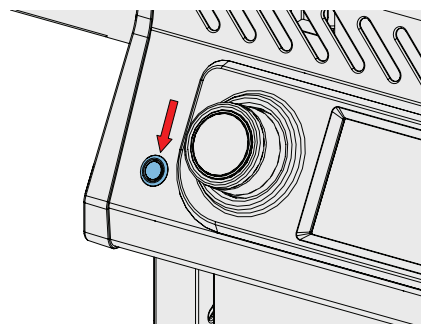

Fig. 5
1. Sørg for at apparatet er slått på. (Fig. 5)